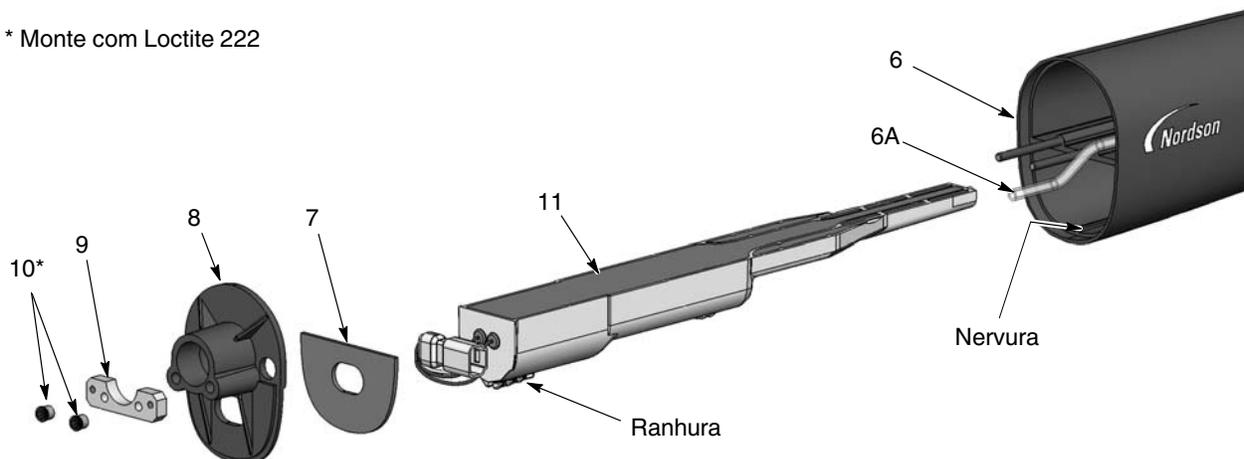

Figura 7-13 Desmontagem de pistola com barra de suporte 2 de 3
4. Consulte a figura 7-13. Usando uma chave hexagonal de $\frac{1}{8}$ in., remova as duas porcas de sextavado interior (10) e a placa para aparafusar (9) para fora da divisória (8). Depois retire a divisória do corpo da pistola (6), enfiando a cablagem de alimentação de corrente através da divisória.
5. Deslize a fonte de alimentação (11) para fora do corpo da pistola.
7. A junta (7) está colada à divisória com cola sensível à pressão. Se a junta estiver danificada, substitua-a por uma nova.
1. Consulte a figura 7-13. Monte a alimentação de corrente (11) no corpo da pistola (6), verificando se a nervura do corpo da pistola encaixa na ranhura da alimentação de corrente. Encaixe bem a fonte de alimentação no corpo da pistola.
2. Enfie a cablagem de alimentação de corrente através da divisória, depois enfie a divisória (8) e a placa para aparafusar (9) nos pernos do corpo da pistola. Aplique Loctite 222 às porcas de sextavado interior (10), depois enrosque as porcas nos pernos e aperte-as com 0,45 N•m (64 inch-ounces) utilizando uma chave hexagonal de $\frac{1}{8}$ in..